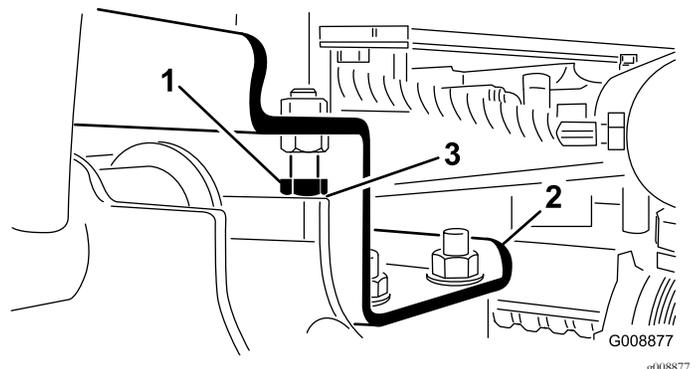

图26
- A. 拧松止动螺栓、调整油缸以获得所需间隙 图26。
2. 检查并确保各个提升臂与止动螺栓之间的间隙介于 0.131.02mm 之间 图26。